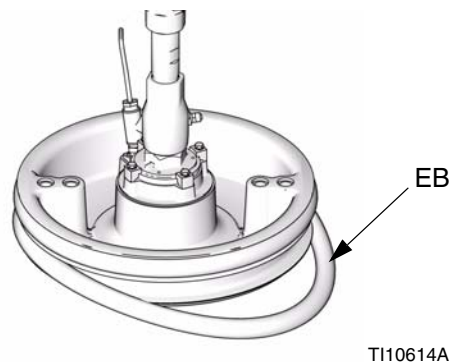

FIG. 18
1. À l'aide d'un instrument en bois ou plastique, pour éviter d'endommager les racleurs (EB), nettoyer les gorges des joints.
2. *En partant du bas*, incliner l'un des racleurs (EB) sur le dos du plateau. Voir FIG. 18.
3. Introduire le racleur (EB) dans la gorge supérieure et faire glisser l'extrémité avant du racleur dans la gorge.
4. *Uniquement pour les racleurs de 200 litres :* introduire le second racleur (EB) dans la gorge inférieure et faire glisser l'extrémité avant du racleur dans la gorge.